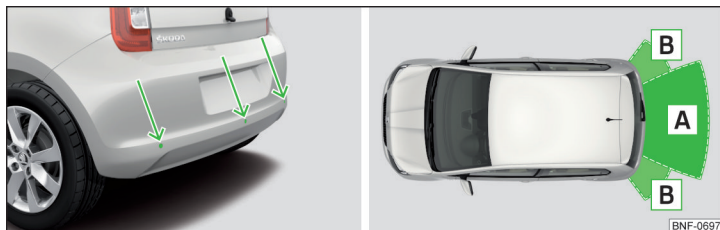

Fig. 128 Lugar de instalación de los sensores / Alcance de los sensores
- Mantener los sensores del sistema » **fig. 128 de la pág. 105** limpios, libres de nieve y hielo, y no cubrirlos con ningunos objetos, de lo contrario puede estar limitado la función del sistema.
El sistema calcula la distancia entre el parachoques y un obstáculo mediante ondas ultrasónicas. Los sensores de ultrasonidos se encuentran en el parachoques trasero » fig. 128.
Alcance más o menos de los sensores » fig. 128